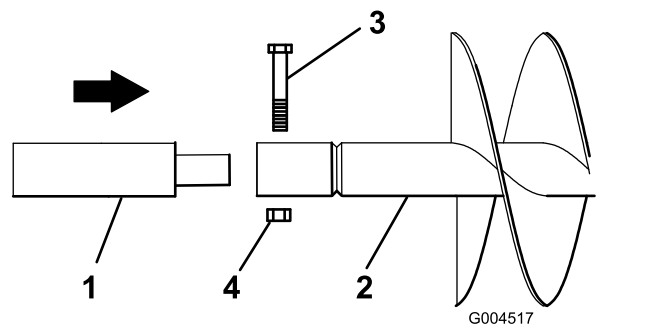

Figura 6
6. Para utilizar un alargador con el taladro, introduzca el extremo del alargador en el extremo del taladro y sujete el taladro al alargador con un perno ($\frac{7}{8}$ " x $4\frac{1}{2}$ ") y una tuerca ($\frac{7}{8}$ "), tal y como se muestra en la Figura 6.